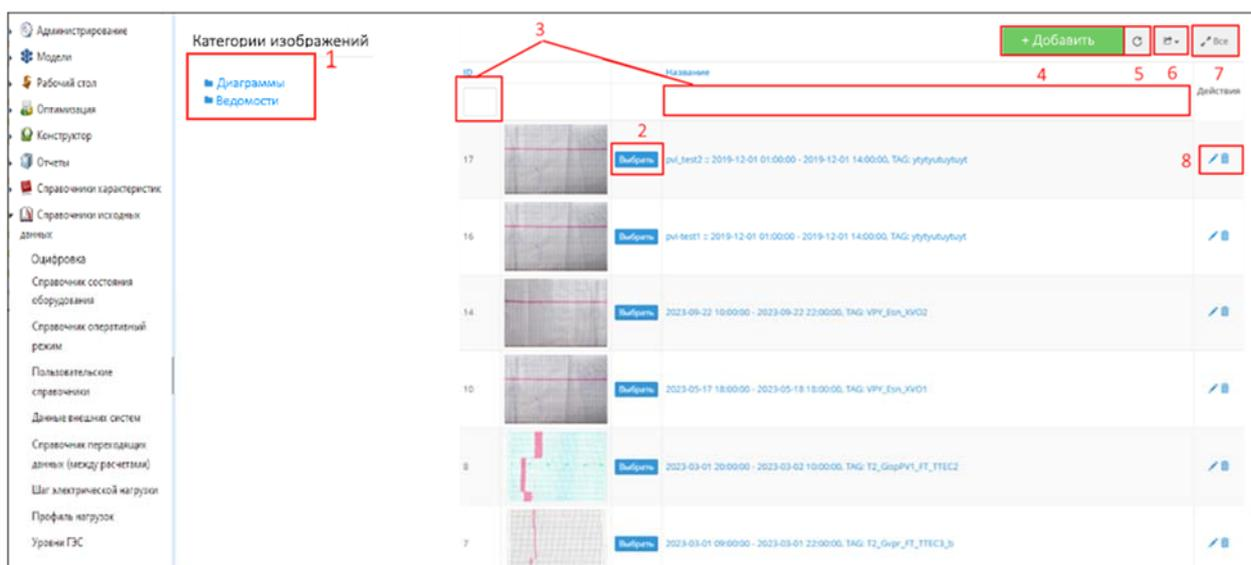
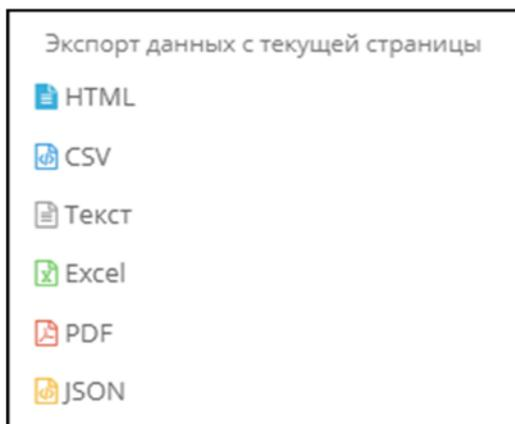

Рисунок 4.8.22 – Работа с изображениями
Рисунок 4.8.23 – Экспорт данных
После перехода в подраздел «Оцифровка» предоставляется возможность выбора категории изображения: ведомости или диаграммы, блок (1) (рис. 4.8.22).
Если нажать на кнопку (6) (рис. 4.8.22), то появится небольшое новое окно с возможностью экспорта данных с текущей страницы в одном из выбранных форматов себе на ПК (рис. 4.8.23).
Блок (7) (рис. 4.8.22) служит для того, чтобы список с изображениями отображался с постраничным разделением, либо в последовательном представлении одним списком. Кнопка  в блоке (8) (рис. 4.8.22) используется для редактирования наименования изображения, а кнопка  используется для удаления строки.
После того, как администратор нажал кнопку «Добавить» (4) (рис. 4.8.22), открывается новое окно «Создание объекта» (рис. 4.8.24).